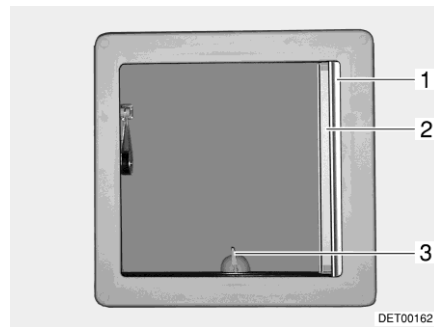
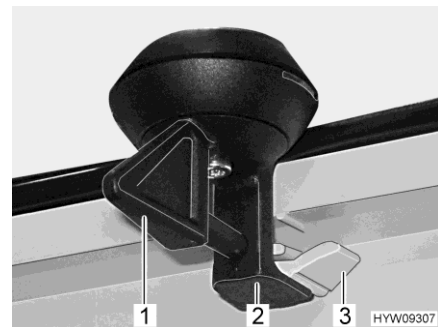

Fig. 50 Oblò inclinabile
Fig. 51 Bloccaggio (oblò inclinabile)
- Ruotare la leva (Fig. 50,3 o Fig. 51,1) di un quarto di giro.
- Girare la leva di un quarto di giro. Il bloccaggio (Fig. 51,2) deve entrare nell'aggancio inferiore (Fig. 51,3).
- Tirare la tendina oscurante pieghevole (Fig. 50,1) fino alla posizione desiderata e rilasciare. La tendina oscurante pieghevole rimane in questa posizione.
- Estrarre la zanzariera a rullo (Fig. 50,2) fino a quando non scatta il bloccaggio dalla parte opposta.